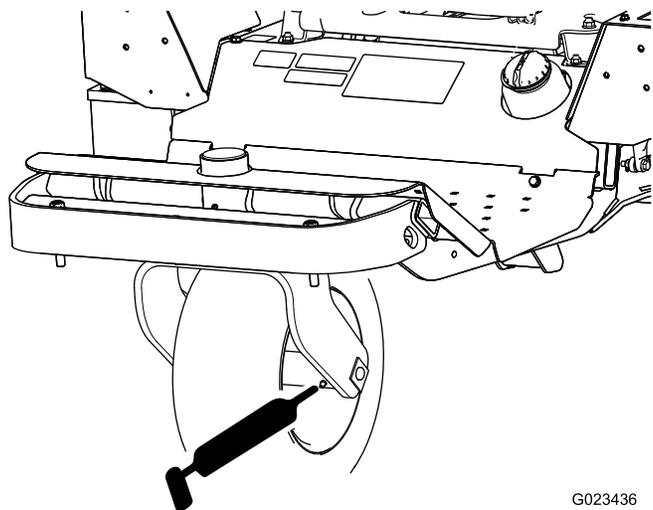

Рисунок 29
- Подшипник переднего колеса (1)—Рисунок 29